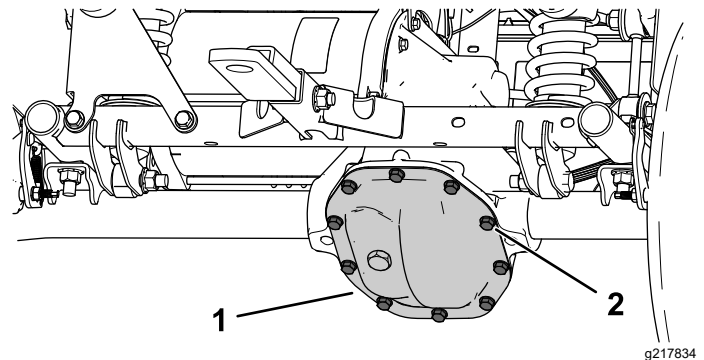

Figura 53
1. Coloque un recipiente de vaciado debajo de la cubierta del transeje (**Figura 53**).
2. Retire los pernos de la cubierta del transeje y vacíe el fluido completamente (**Figura 53**).